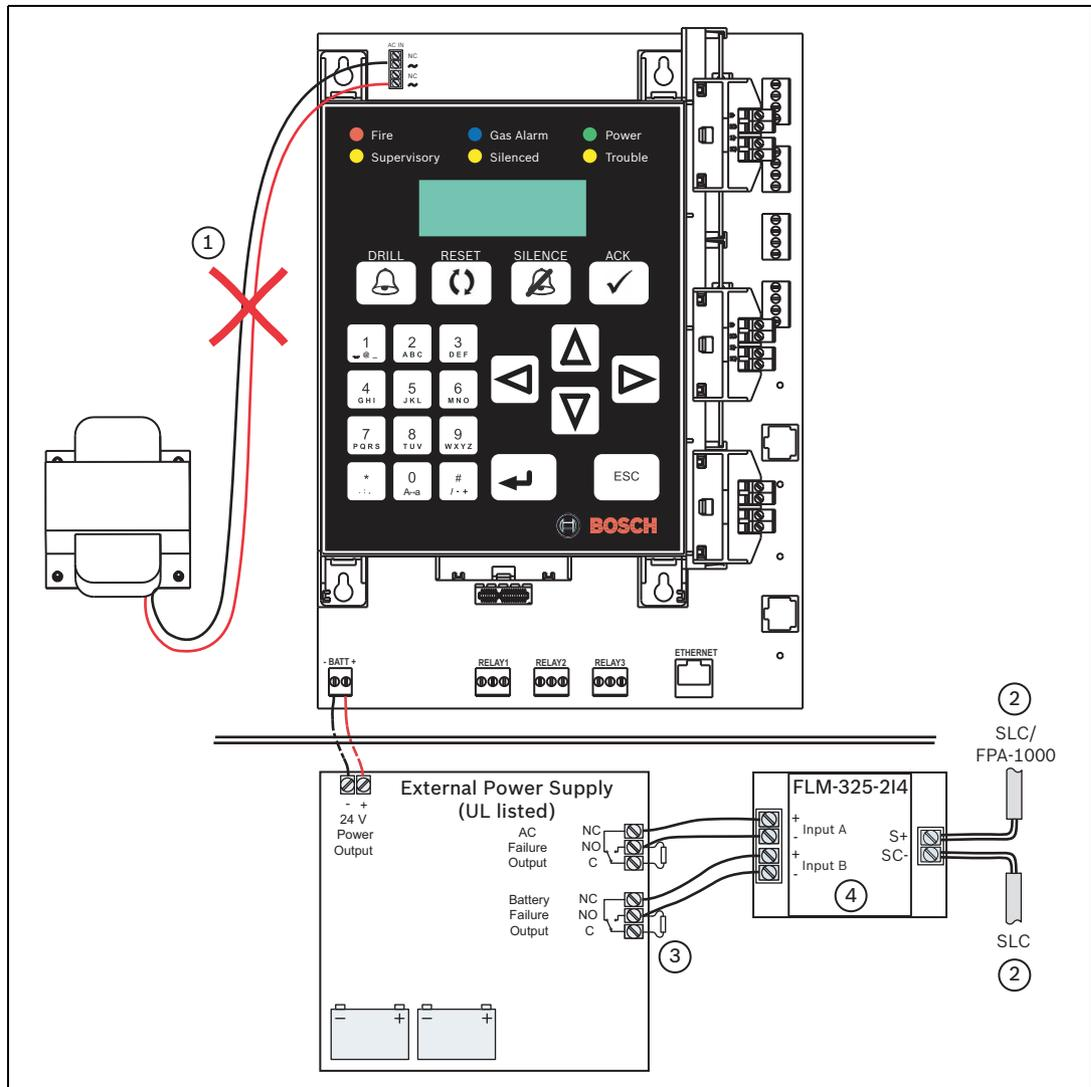

Figura 4.35 Conectando uma Fonte de Alimentação Externa e um Monitor de Dupla Entrada FLM-325-214
1. Desconecte o transformador dos terminais de CA (consulte a *Figura 4.35*, Item 1).
2. Conecte os terminais S+/SC- do Monitor de Dupla Entrada FLM-325-214 ao SLC: Conecte um dos lados ao dispositivo seguinte no SLC ou, um lado ao Módulo tipo Plug-in FPE-1000-SLC do FPA-1000 e o outro lado ao dispositivo seguinte no SLC (consulte a *Figura 4.35*, Item 2).
3. Instale um dispositivo EOL Certificado pela UL (Hochiki P/N 0400-01000, 22 kΩ) entre os terminais NA e NF da saída de falha CA e saída de falha da bateria da Fonte de Alimentação Externa (consulte a *Figura 4.35*, Item 3).
4. Observe as regras de programação do FLM-325-214 (consulte a *Figura 4.35*, Item 4):